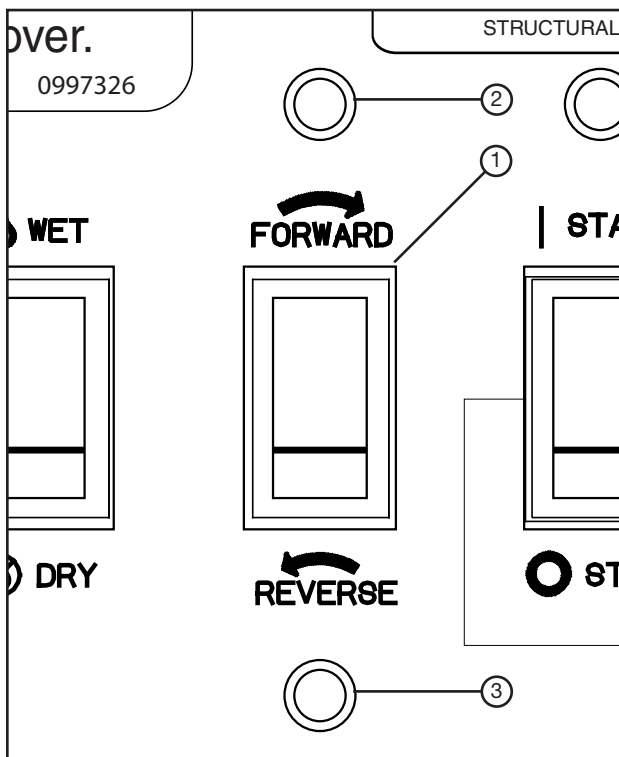

Figura 22-1 1. Interruptor Forward/Reverse (Avanço/Inversão)
As luzes de avanço e inversão NÃO estão disponíveis sem a opção AR/AS. Ver a figura 22-1.
- Na posição Forward (Avanço), a máquina avança ou roda no sentido dos ponteiros do relógio à volta do campo depois do arranque. Ver a figura 22-1.
- Na posição Reverse (Inversão), a máquina inverte o movimento ou roda no sentido contrário ao dos ponteiros do relógio à volta do campo depois do arranque. Ver a figura 22-1.
As luzes de avanço e inversão são incluídas com a opção AR/AS, para indicar em que sentido a máquina se está a mover. Ver a figura 22-1.
- Quando o interruptor é premido para a posição forward (avanço), a direção de avanço é selecionada, a luz de avanço acende-se e a máquina move-se para a frente ou no sentido dos ponteiros do relógio à volta do campo. Ver a figura 22-1.
- Quando o interruptor é premido para a posição reverse (inversão), a direção de inversão é selecionada, a luz de inversão acende-se e a máquina move-se para trás ou no sentido contrário ao dos ponteiros do relógio à volta do campo. Ver a figura 22-1.